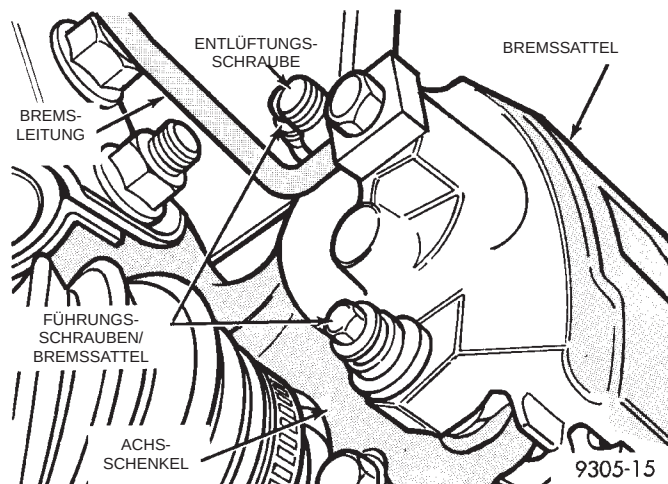

Abb. 61 Führungsschrauben/Bremssattel
(1) Fahrzeug anheben. Dazu Unterstellböcke oder eine Hebebühne verwenden, die am Rahmen angebracht wird (siehe Kapitel 0, "Schmierung und Wartung", Abschnitt "Anheben des Fahrzeugs").
(2) Vorderrad abbauen. Die beiden Führungsschrauben, mit denen der Bremssattel am Achsschenkel befestigt ist, ausbauen (Abb. 61). Den Bremssattel vom Achsschenkel abbauen. Näheres hierzu siehe Abschnitt "Bremssattel, Ausbau" in Kapitel 5, "Bremsen", dieses Handbuchs.
(4) Den Bremsattel gemäß Anleitung im Abschnitt "Scheibenbremsen vorn" in Kapitel 5, "Bremsen", auf den Achsschenkel montieren und die Bohrungen für die Führungsschrauben ausrichten. Die beiden Führungsschrauben des Bremsattels eindrehen und mit einem Anzugsmoment von 19 N·m (168 in. lbs.) festziehen (Abb. 61).
(5) Rad anbauen. Radmuttern in der vorgeschriebenen Reihenfolge bis zum halben Anzugsmoment anziehen. Dann die Muttern in derselben Reihenfolge noch einmal bis zum vollen Anzugsmoment von 129 N·m (95 ft. lbs.) festziehen.
(6) Fahrzeug absenken.